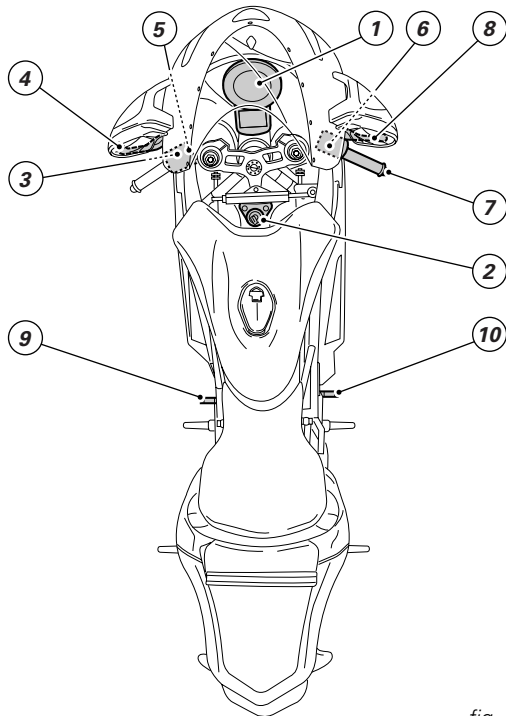

fig. 3
**Emplacement des commandes** (fig. 3)